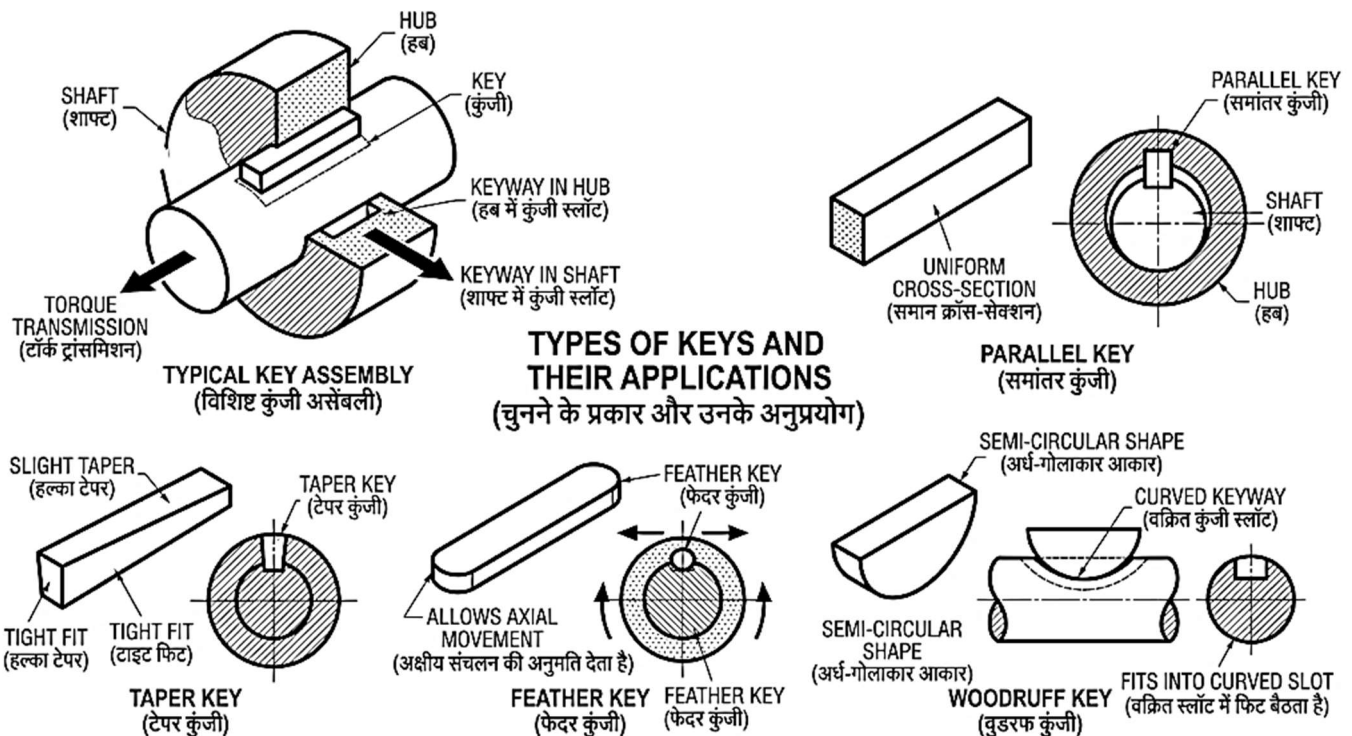

Fig. 7.7: Types of Keys and Their Applications | कुंजी के प्रकार एवं उनके अनुप्रयोग
7.7.1 Introduction (Fig.7.7)
7.7.1 परिचय (Fig.7.7)